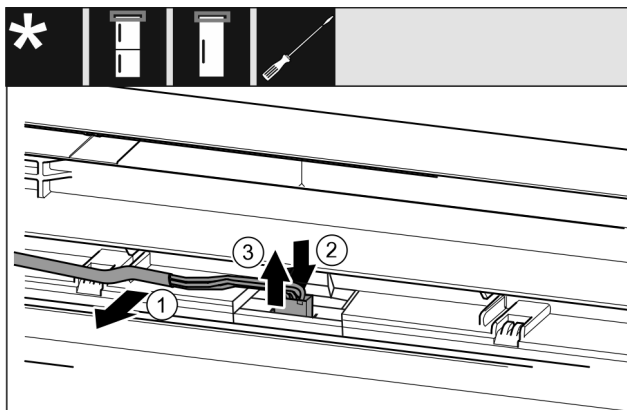

Fig. 7
- ▶ Sortir délicatement le câble gris du guide dans la porte. Fig. 7 (1)
- ▶ Pousser vers l'arrière la languette située derrière la prise. Fig. 7 (2)
- ▶ Tirer soigneusement la prise vers le haut. Fig. 7 (3)